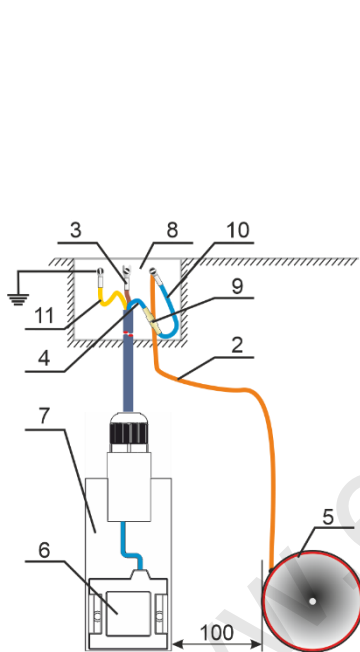
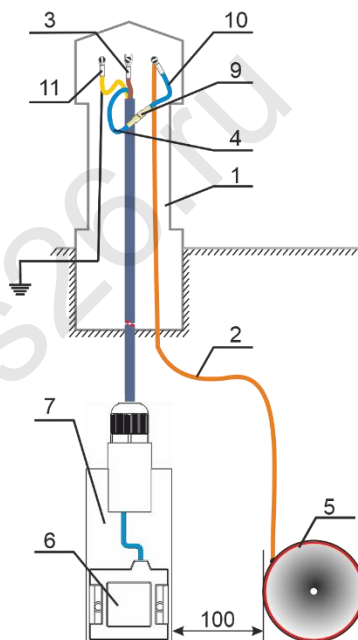

Рисунок 2 - С выводом проводников в ковер
Рисунок 3 - С выводом проводников в КИП
7.5 Установить электрод в специально вырытом шурфе или траншее таким образом, чтобы нижняя часть электрода находилась на уровне нижней образующей трубопровода (рис.2 или рис.3) и на расстоянии 10-15 см между стенкой трубопровода или ее проекцией и корпусом электрода.